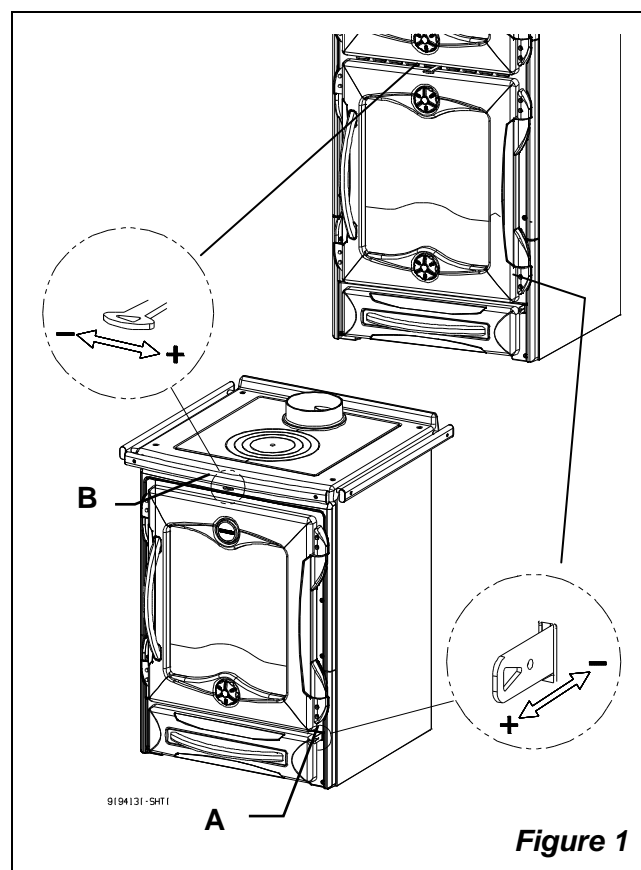

Figure 1
**(MANETTE INFÉRIEURE)** Sur la partie inférieure droite de la face avant se trouve la manette de commande du régulateur d'air primaire (Figure 1 Pos. A). Ce régulateur permet de régler le passage de l'air dans la partie basse de la cuisinière à travers le tiroir de cendres et la grille en direction du combustible. L'air primaire est nécessaire au processus de combustion en phase d'allumage. Il faut vider régulièrement le tiroir cendrier de façon à ce que les cendres ne puissent pas empêcher l'entrée de l'air primaire pour la combustion. L'air primaire permet également de maintenir le feu.
**(MANETTE SUPÉRIEURE)** Sur la partie supérieure de la face avant de la cuisinière se trouve le régulateur d'air secondaire (Figure 1 Pos. B). Ce régulateur doit être ouvert (c'est-à-dire situé sur la droite) en particulier pour la combustion du bois (voir Chap. 10).